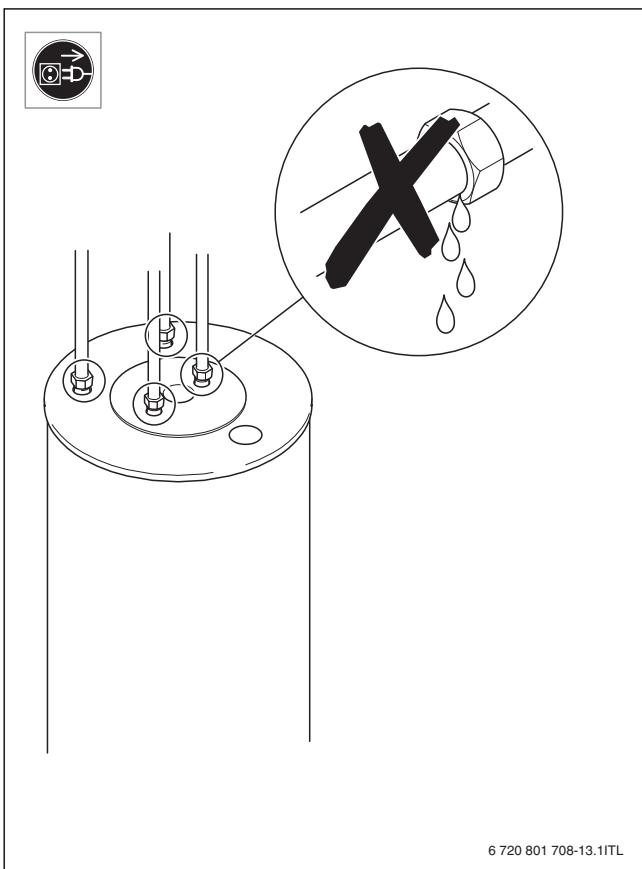

Fig. 12
- ▶ После нового заполнения проверьте отсутствие протечек (→ рис. 12, стр. 34).